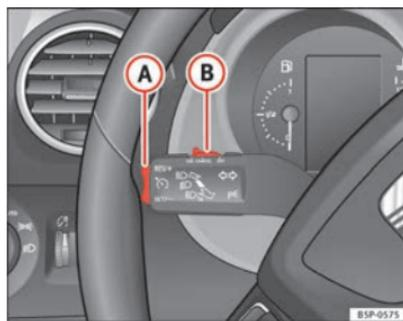

Fig. 149 Alavanca das luzes indicadoras de mudança de direcção e dos máximos: comando e botão basculante para o regulador de velocidade
- Premir a parte superior do botão basculante **RES/+** ⇒ fig. 149 **A** para aumentar a velocidade. Enquanto o botão basculante estiver a ser premido, o veículo é acelerado. Soltando o botão basculante, fica memorizada a nova velocidade.
Se se reduzir a velocidade com o pedal do travão, desliga-se o regulador de velocidade. Se quer activar de novo o regulador, bastará pressionar uma vez a parte superior do botão basculante **RES/+** ⇒ fig. 149 **A**.